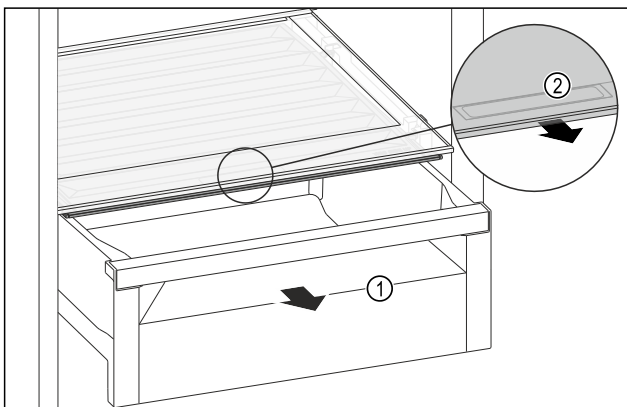

Fig. 108
- ▶ Извлеките выдвижной ящик Fig. 108 (1).
- ▶ Возьмитесь за утопленную ручку Fig. 108 (2) на крышке отделения и одновременно потяните крышку отделения вперед.